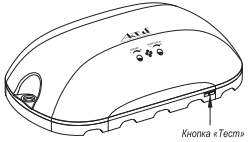

Рисунок 1. Внешний вид светильника 75-009-IP30-SENSOR-EM
5.1 Для быстрой проверки аккумуляторов следует нажать кнопку «Тест» (рис.1), и удерживать в течение 30 секунд, при этом основная секция светодиодов погаснет и светильник перейдёт на питание от аккумуляторов. Свечение светодиодов аварийного режима свидетельствует об исправности аккумуляторов, при отсутствии свечения аккумуляторы следует заменить. Перед проверкой исправности аккумуляторов светильник должен быть подключён к питающей сети не менее 12 часов.